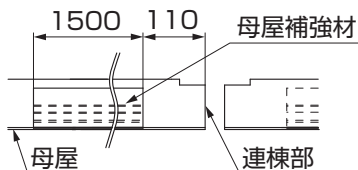

図1-4
(3) 延長を除く縦連棟の場合
①端部側は「50型・56型・57型の場合」と同様に取付けてください。連棟部側は母屋補強材が全部収まるまで差込んだあと、さらに内側に110mm差込んでから【1-1】で固定してください。(図1-4参照)